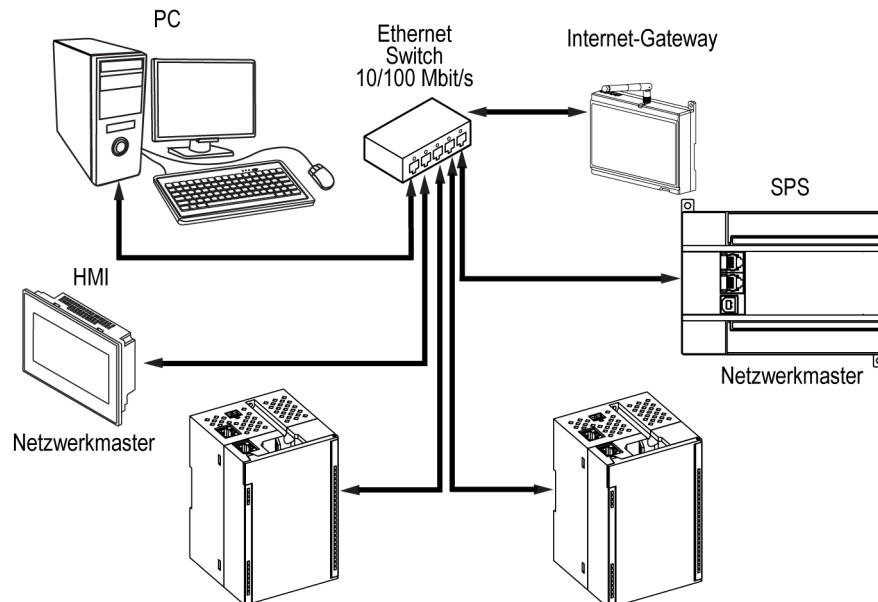

Abb. 4.6 Stern-Netzwerk
- Stern-Netzwerk (Abbildung 4.6);